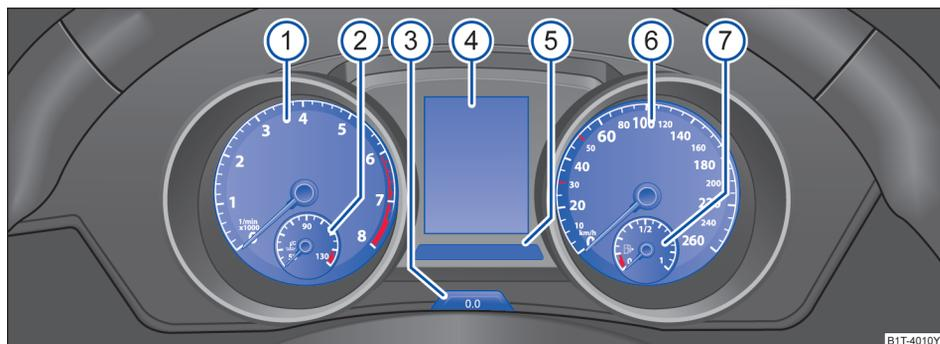

图 9 仪表概览
关于仪表的解释 → 图 9:
视汽车装备而定，在显示屏→图 9 ④中可以显示不同的信息：